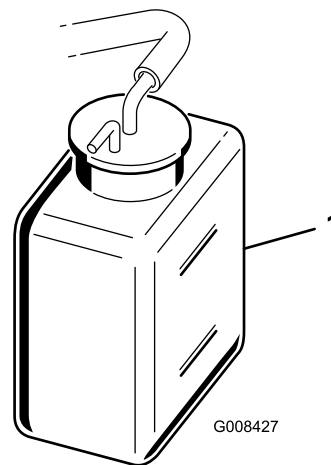

Bild 32
2. Prüfen Sie den Kühlmittelstand (Bild 32). Das Kühlmittel muss sich bei einem kalten Motor zwischen den beiden Linien am Ausdehnungsgefäß befinden.